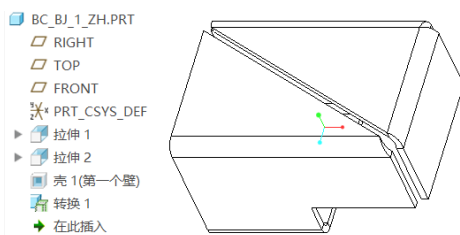

图 1-29 完成创建转换特征
(14) 在“拐角止裂槽”选项卡单击 （完成）按钮。
(15) 在“转换”选项卡中单击 （完成）按钮。完成创建的钣金件转换特征效果如图 1-29 所示。